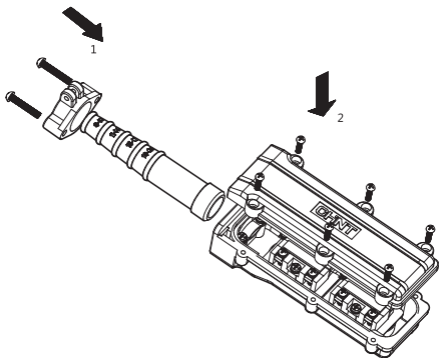

图3 NP3按钮安装示意图
2) 安装时将电缆线由橡胶密封套方向穿入，并用端盖固定好橡胶密封套（1），再将电缆电线按电气原理图逐一紧固在各按钮的接线端子上；最后将产品底盖盖上，并打紧螺钉（2），如图3所示。